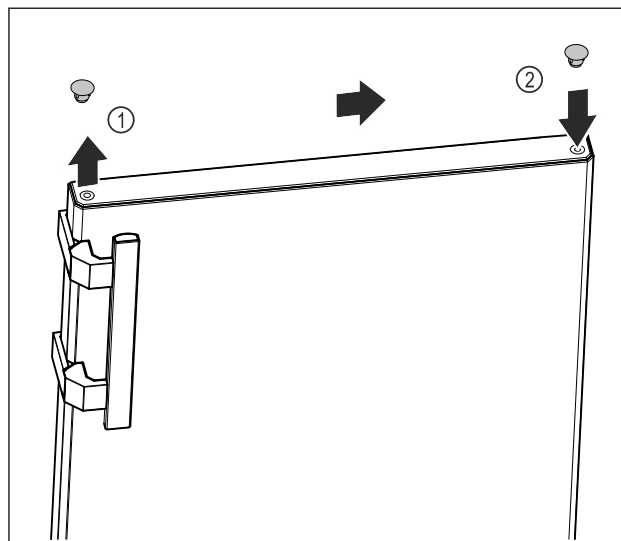

Fig. 9
- ▶ Abdeckstopfen der Türoberseite Fig. 9 (1) vorsichtig mit Schlitzschraubendreher anheben.
- ▶ Abdeckstopfen auf der Gegenseite einsetzen. Fig. 9 (2)